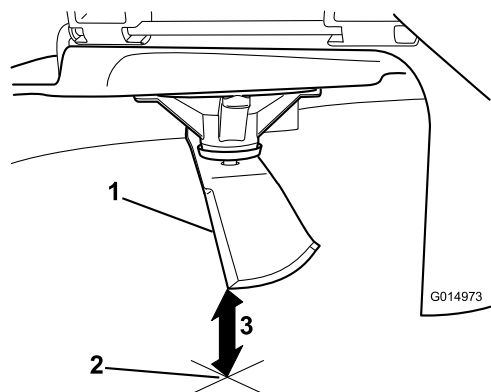

Figure 79
5. Mesurez la distance entre la pointe de la lame et la surface plane (Figure 79).